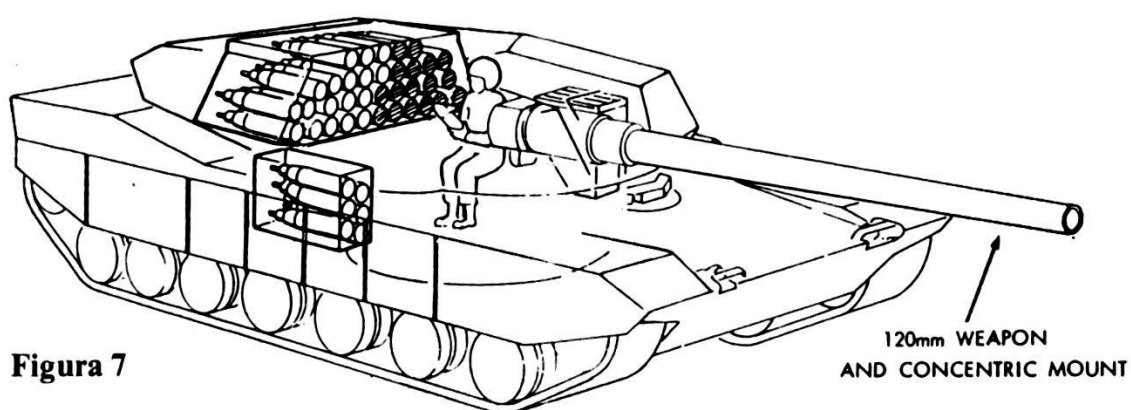

Figura 7
- un rafforzamento delle sospensioni del carro. (vedi figura 7).